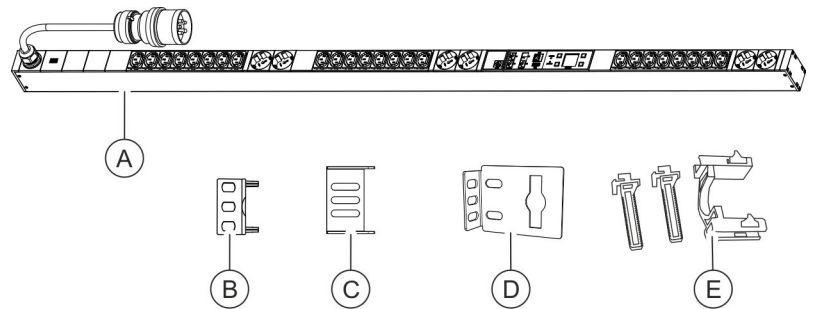

Fig. 14: Material incluido
- PDU (Fig. 14/Ⓐ)
- Dos escuadras insertables para montar la PDU por su cara trasera (Fig. 14/Ⓑ)
- Dos escuadras insertables para montar la PDU por sus caras laterales (Fig. 14/Ⓒ)
- Dos escuadras de montaje (Fig. 14/Ⓓ)
- Dos juegos de mecanismo de bloqueo para aparatos con baja disipación de calor (C13/C19) (Fig. 14/Ⓔ)